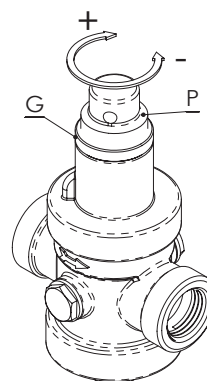

FIG. 3B
Réglage Art. T15C : Pour modifier la pression à la sortie, il suffit de desserrer la bague (G) et de tourner le presse-ressort P comme illustré dans la Fig. 3B ; pour augmenter la pression à la sortie, tourner en sens horaire, pour réduire la pression à la sortie, tourner en sens antihoraire. Pour que le réglage de la pression soit correct, il doit être exécuté quand l'installation est fermée.
- Regulierung Art. T15C: Für die Änderung des Ausgangsdrucks muss lediglich die Nutmutter (G) gelockert und der Federdrücker P gemäß Abb. 3B gedreht werden. Bewegt man ihn im Uhrzeigersinn, wird der Ausgangsdruck erhöht, bewegt man ihn gegen den Uhrzeigersinn, wird er verringert. Die korrekte Einstellung des Druckwertes ist bei geschlossener Anlage durchzuführen.